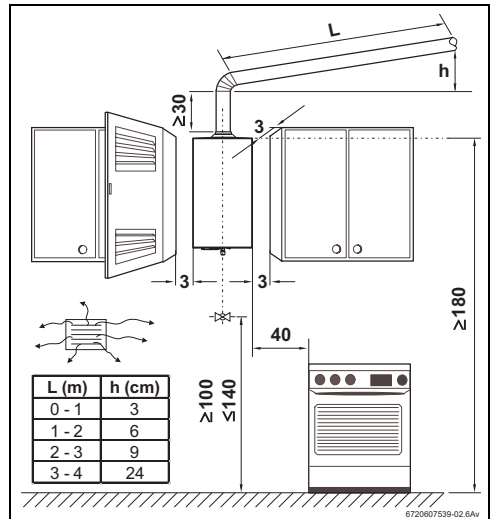

Fig. 20 Distancias mínimas según normativa europea
- Observe las medidas mínimas de instalación indicadas en la Fig. 20.